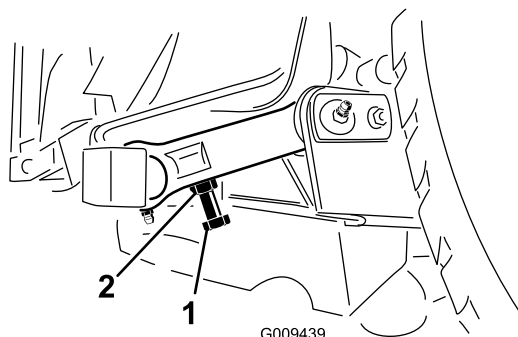

Figura 26
3. Para ajustar a distância, localize o parafuso de ajuste existente na ligação articulada posterior da plataforma do cortador (Figura 26).